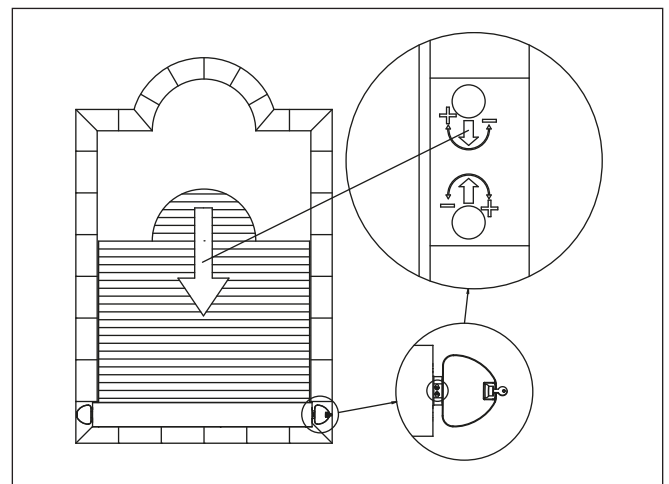

Abb. 34
6.1 Abrollende (Abb. 34)
6.3 Einstellung des Anschlags am Aufrollende (Abb. 34)